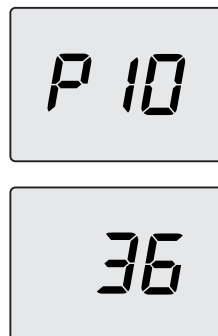

Figura 5.43
- Desplace los parámetros mediante los botones 13 o 14 hasta que aparezcan en el display LCD las letras **P10** que se alternan con el valor del parámetro, indicando que se ha entrado en el "parámetro 10" (Figura 5.43).
- Pulsando simultáneamente los botones 12 y 13 (Figura 5.41) se sale sin modificar el valor (se vuelve a la lista de parámetros Figura 5.43)